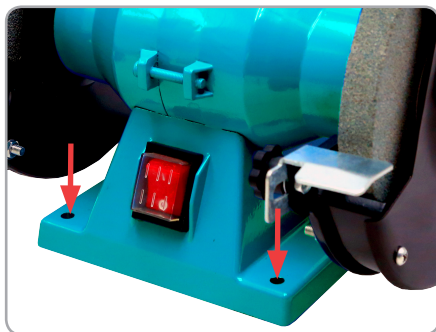

Fig.8
- Fixați-l cu șuruburi prin găurile de fixare corespunzătoare de la baza corpului polizorului DZ-SE 138, Fig.8.